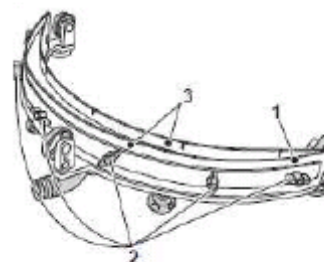

Рис. 15
Если Вы обнаружили, что пол плохо высыхает и влажный после уборки, или остаются полосы от воды, значит необходимо заменить резиновые лезвия сквиджа (3 Рис. 15):
- Снимите сквидж (1 на Рис. 15)
- Ослабьте болты (2 на Рис. 15) и вытащите резиновые лезвия (3 на Рис. 15).